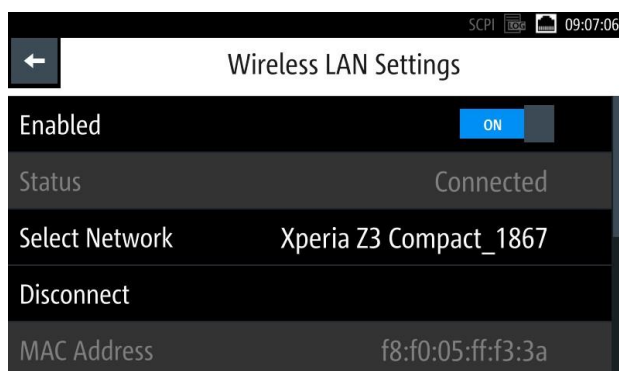

Рисунок 6-33 – Подключение к беспроводной сети WLAN
- Выберите функцию "Select Network" (выбрать сеть), чтобы подключиться к требуемой WiFi-сети. Если подключение выполнено успешно, в поле "Status" (состояние) отобразится значение "Connected" (подключено). См. рисунок 6-33. При установленном подключении в строке состояния устройства значок WLAN горит белым цветом. См. Строка состояния устройства